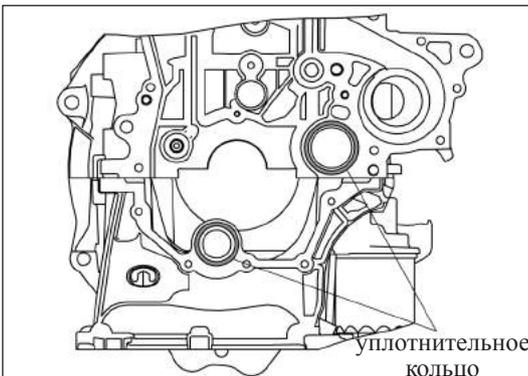

Рис. 11-4-12. Замена уплотнительного кольца
- (4) Установка масляного насоса
- а) Перед установкой масляного насоса следует заменить уплотнительное кольцо на новое, см. рис. 11-4-12.